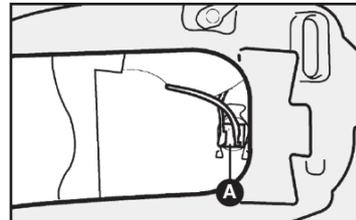

fig. 21
- 2) soltar o conector **A**-fig. 21 de alimentação da lâmpada;